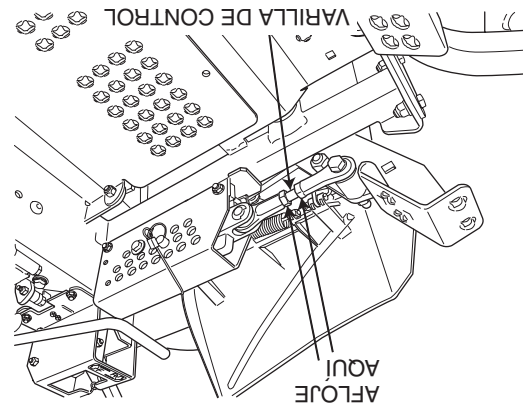

Figura 6-5. Ajuste de la altura de la plataforma de corte
4. Verifique la medida desde el suelo hasta la punta de la cuchilla de corte. Si la medida no se encuentra en 3", puede realizarse un ajuste utilizando la varilla de control de altura de la plataforma. (Vea la Figura 6-5).
1. Coloque la plataforma de corte en posición de transporte. Afloje las contratueras en ambos extremos de la varilla de control de la altura de la plataforma. (Vea la Figura 6-5).